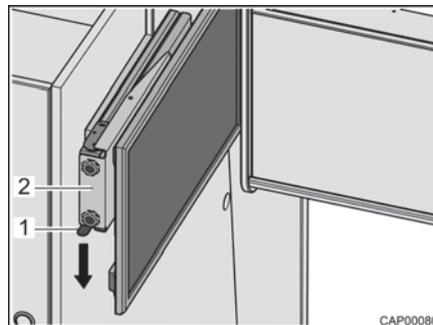

Bild 57 Auszug mit Flachbildschirm
- Rastfeder (Bild 57,1) nach unten drücken und Auszug (Bild 57,2) mit Flachbildschirm waagrecht in Richtung Fahrzeugmitte herausziehen.
- Auszug (Bild 57,2) mit Flachbildschirm waagrecht bis zum Anschlag hineinschieben. Die Rastfeder (Bild 57,1) rastet hörbar ein.